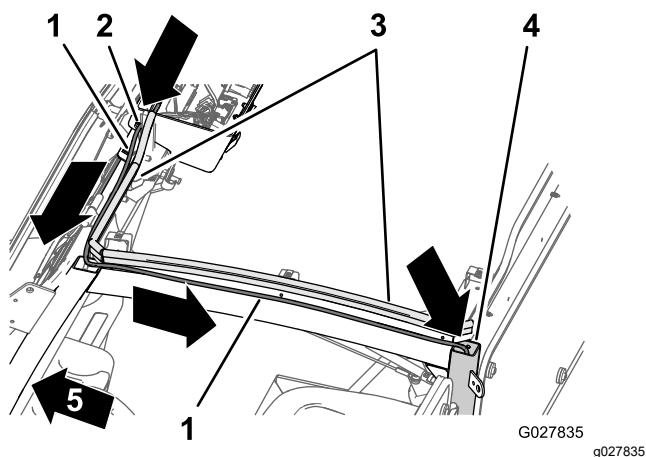

図 26
1. 頭上コンソール部で、ウォッシャーポンプ用ワイヤハーネス 図 26 を、ホースの配設を行う(ページ 10)で取り付けしたホースに沿って左側へ導く。
2. キャブの左側フレーム部材に沿ってワイヤハーネスを後部へ導く 図 26。